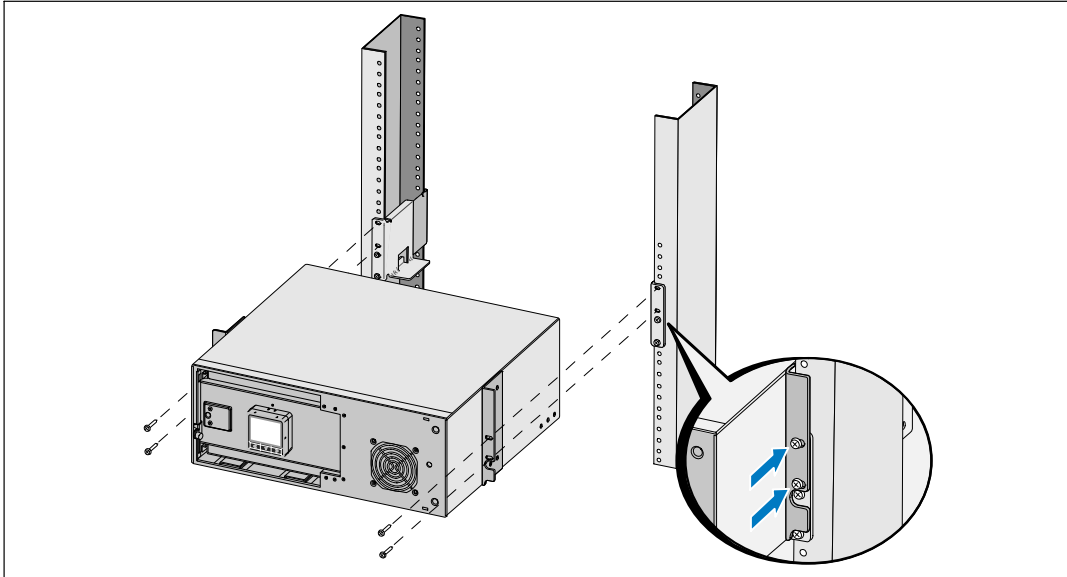

Figure 12. Installation et Fixation du Module
- 6 Faites glisser le module dans la baie (voir Figure 12).